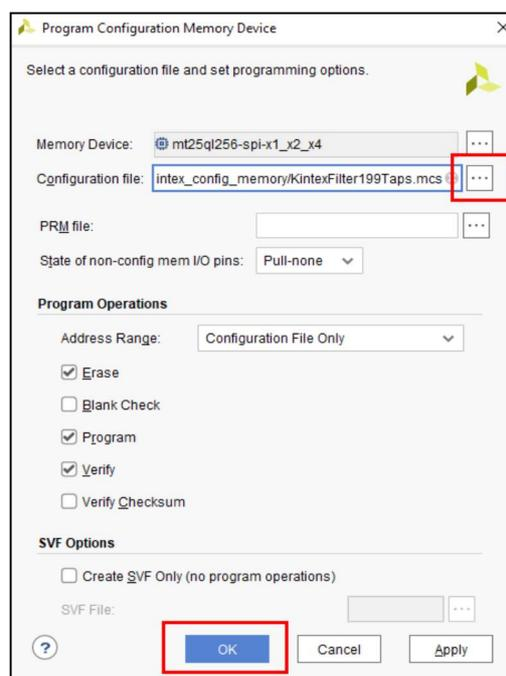

Рис. 2-9 Запуск процесса программирования микросхемы конфигурационной памяти MT25QL256
11. Выбрать файл прошивки (.mcs или .bin) для микросхемы конфигурационной памяти и запустить процесс программирования, нажать «ОК» (Рис. 2-9).